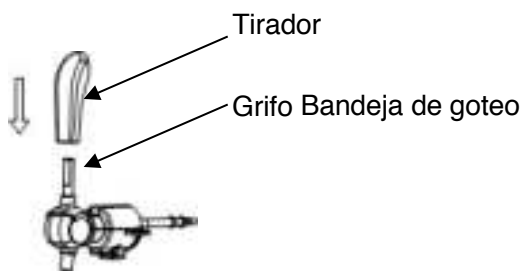

Figura 4
3. Inserte la bandeja de goteo en las ranuras correspondientes en la base del dispensador (como se muestra en la Figura 4).